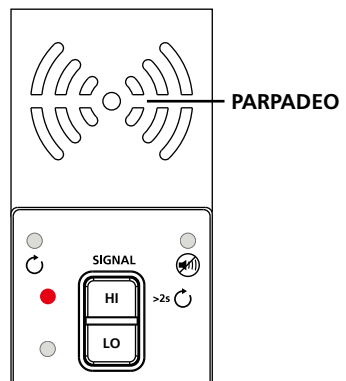

Figura 3.2b: Indicador del transmisor que muestra la señal en el modo ALTO
3. Seleccione el modo de señal presionando ALTO para la mayoría de las aplicaciones. El transmisor aparecerá como se muestra en la Figura 3.2b. El LED comenzará a parpadear rápidamente.